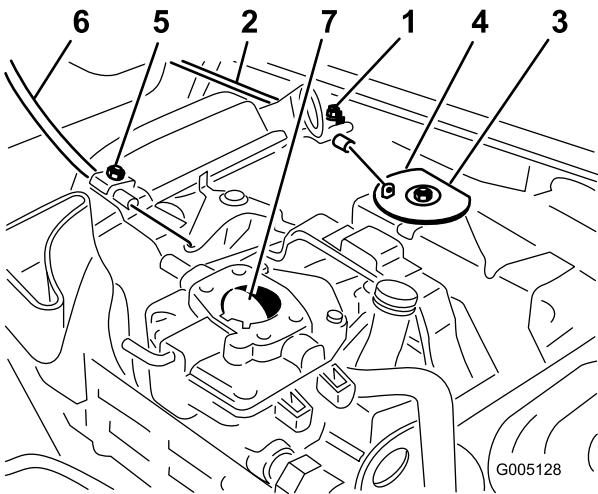

Figura 50
- Allentate la vite del serrafilo per cavi che fissa il cavo al motore (Figura 50).
3. Tirate con forza il cavo dell'acceleratore finché il retro della parte girevole non viene a contatto con il fermo (Figura 50).
1. Allentate la vite del serrafile per cavi che fissa il cavo al motore (Figura 50).
3. Tirate con forza il cavo dello starter finché la farfalla dello starter non è completamente chiusa, quindi serrate la vite del serrafile (Figura 50).